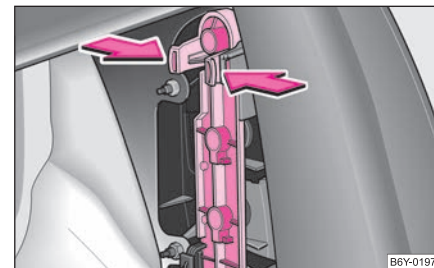

Fig. 180 Déposer le support d'ampoule
- Pousser les brides de fixation dans la partie supérieure du support d'ampoule dans le sens de la flèche et sortir le support d'ampoule ⇒ fig. 180. ▶